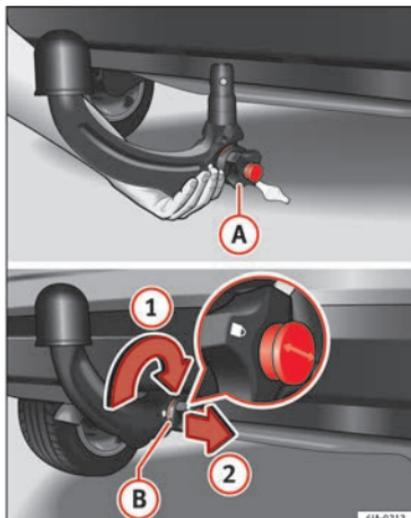

Fig. 198 Posizionamento della barra a testa sferica/chiusura della serratura ed estrazione della chiave.
- Afferrare la barra a testa sferica dal basso » **fig. 198** ed inserirla nella bussola di serraggio fino al limite o fino a quando non si sente uno scatto » **Δ**.